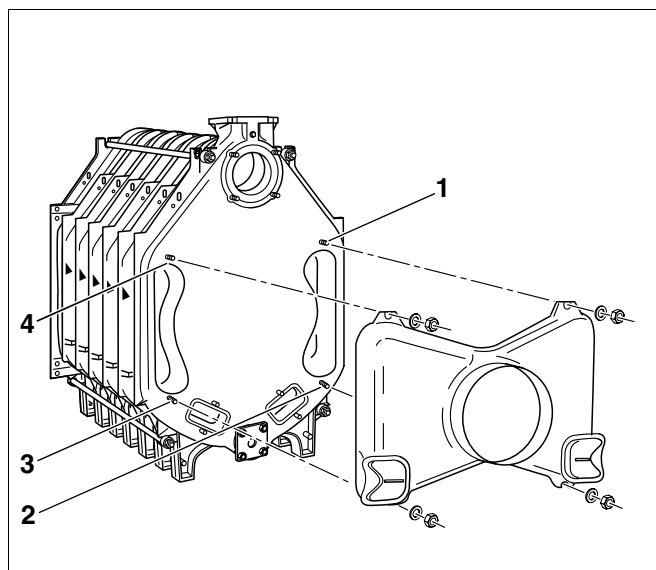

Fig. 29 Montering af røgkasse
- Anbring røgkassen på de fire pinbolte på det bageste element (fig. 29, **pos. 1** til **4**), og skru den på med spændeskiver og møtrikker.